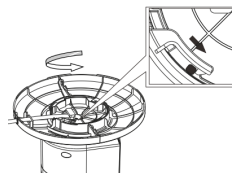
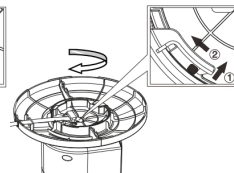

Рис. 3
Рис. 4
- Установите основание (1) на корпус тепловентилятора, поверните основание (1) против часовой стрелки до срабатывания фиксатора (рис. 3).
- Уложите шнур питания в соответствующий паз (рис. 3).
- Убедитесь, что основание (1) надёжно закреплено.
- Для снятия основания (1), нажмите на фиксатор, поверните основание (1) по часовой стрелки (рис. 4), выньте шнур питания из пазов, снимите основание (1) с корпуса тепловентилятора.